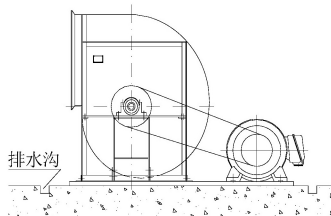

图 6
(2) 考虑到风机底盘会因积水而腐蚀，基础四周应设置排水沟（图 6）。